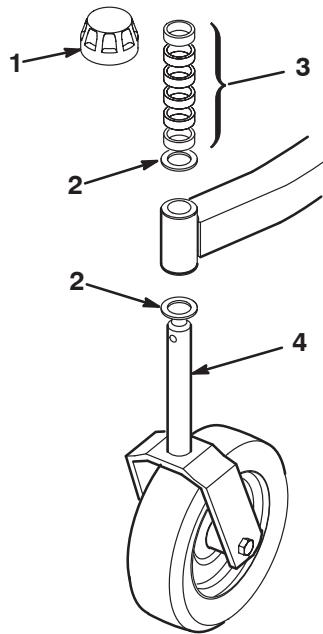

Figure 1
1. Retirez les chapeaux de tension des axes de pivot et retirez les entretoises et les rondelles de butée (Fig. 1 et 2).
2. Glissez les entretoises sur l'axe de pivot de manière à obtenir la hauteur de coupe désirée (voir le tableau des hauteurs de coupe, page 13). Glissez une rondelle de butée sur l'axe. Poussez l'axe de la grande roue pivotante dans le bras pivotant avant et l'axe de la petite roue pivotante dans le bras pivotant arrière. Montez une autre rondelle de butée et les entretoises restantes sur l'axe, puis posez le chapeau de tension pour fixer l'ensemble (Fig. 1 et 2).